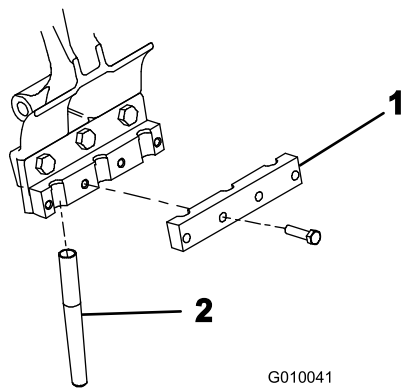

Figura 24
5. Montați fără a strânge o clemă pentru dinte la fiecare suport pentru dini (Figura 24) cu 4 uruburi ($\frac{3}{8} \times 1\frac{1}{2}$). Nu strângeți uruburile.